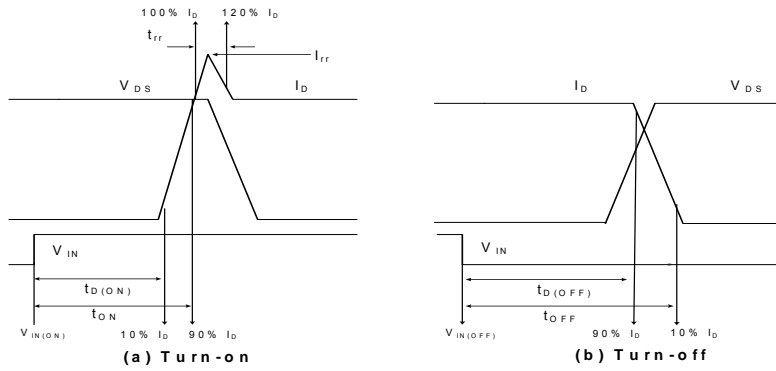
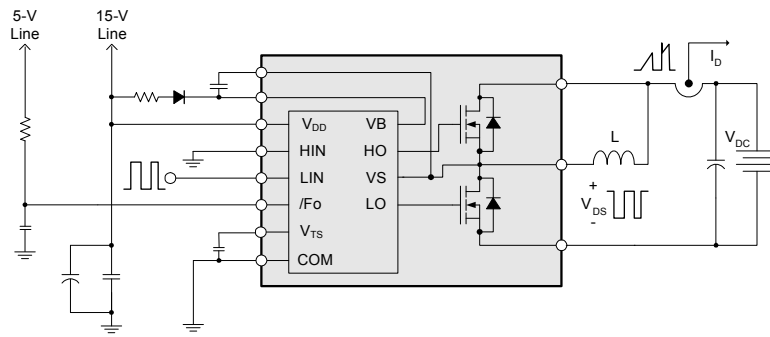

图 3. 开关时间的定义
图 4. 开关测试电路（低端）
- t_{ON} 和 t_{OFF} 包括内部驱动 IC 的传输延迟。所列出的数值是在实验室测试条件下测得, 在实际应用中因为印刷电路板和布线的差异, 数值也会有所不同。请参阅图 3 介绍的开关时间定义, 以及图 4 中的开关测试电路。